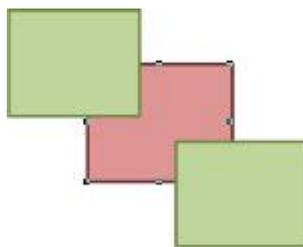

Рисунок 270 – Команда «На задний план»
**Команда «На задний план»** помещает выделенный элемент позади других элементов (рисунок 270).